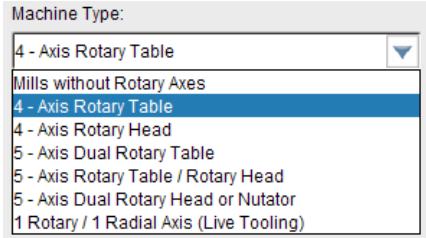

图 9.2.12 “Machine Type”下拉列表
-  **Machine Tool Type**：加工机床类型，其下包含有 4 个选项。选择 **Type, Specs, & Axes** 选项后，此时右侧页面显示如图 9.2.11 所示。在 **Machine Type:** 下拉列表中有 7 种机床类型可供选择，如图 9.2.12 所示。